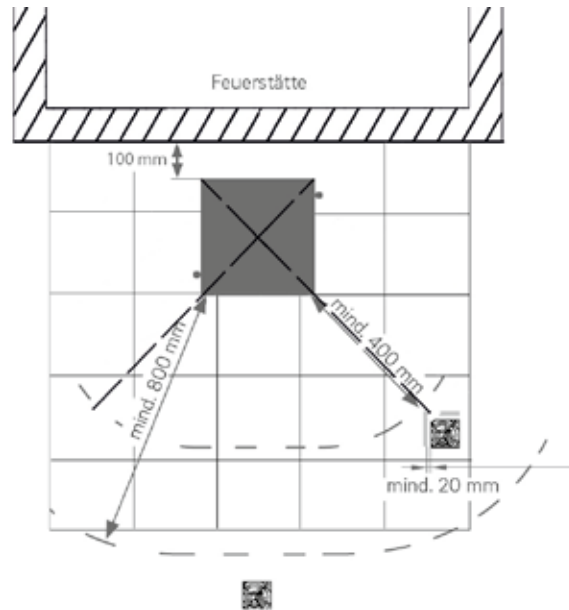

Abb.: 3 Schutz von brennbaren Bauteilen im Strahlungsbereich der Feuerraumöffnung
- Von der Feuerraumöffnung müssen nach vorn, nach oben und zu den Seiten mindestens 800 mm Abstand zu Bauteilen aus brennbaren Baustoffen oder brennbaren Bestandteilen sowie zu Einbaumöbeln eingehalten werden; bei Anordnung eines auf beiden Seiten belüfteten Strahlungsschutzes genügt ein Abstand von 400 mm. Dabei muss der belüftete Abstand des Strahlungsschutzes mindestens 20 mm betragen (Abb.: 3).